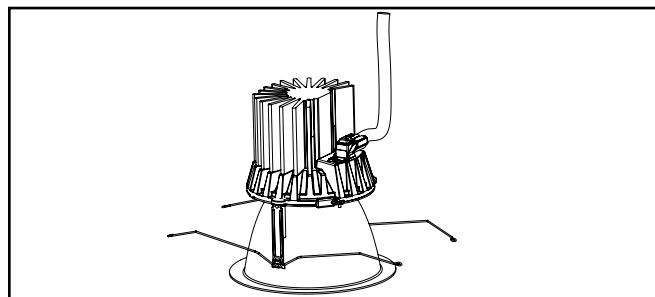

Figure 8
9. Assurez-vous que le connecteur est correctement enclenché. (Figure 8).